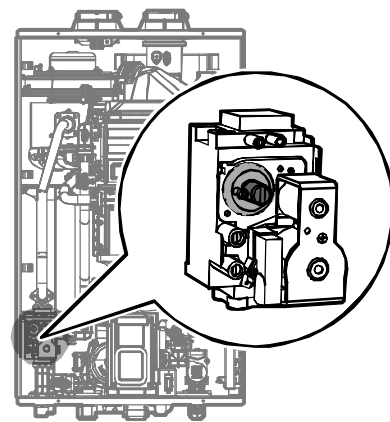

Figure 10. Emplacement de la vis de réglage
- Si un ajustement est requis, trouvez la vis de réglage, comme cela est indiqué à la Figure 10. À l'aide d'une clé Allen de 4 mm ($\frac{5}{32}$ po) tournez la vis de réglage de $\frac{1}{4}$ de tour au maximum, dans le sens horaire pour augmenter la valeur de correction ou dans le sens antihoraire pour diminuer.